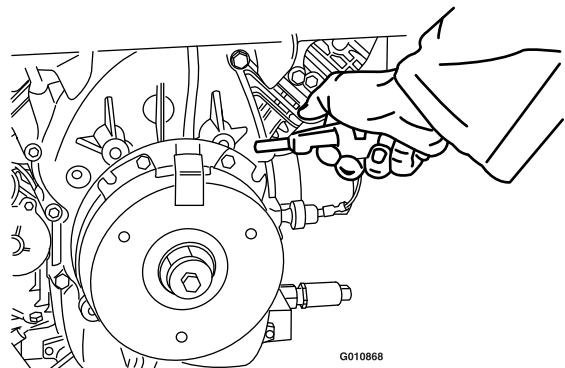

Figure 70
3. Soufflez de l'air comprimé sous le pôle et autour des entretoises du frein pour éliminer tout débris (Figure 70).